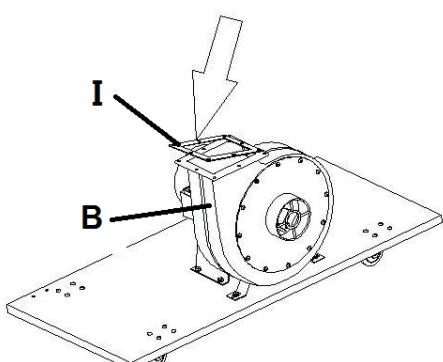

Рис. 5
- Встановіть гумову прокладку, прямоугольну трубу і сполучну трубу в корпус крильчатки за допомогою гвинтів, що постачаються, і шайб. Рис. 5 і 6.